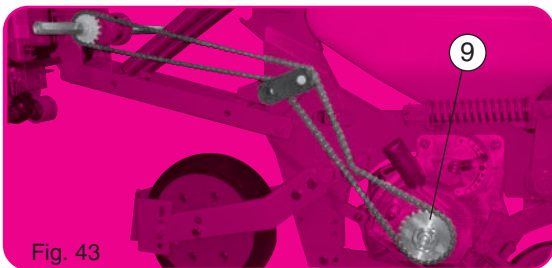

Fig. 43
- ⑨ Le débrayage individuel d'un élément est possible en retirant le clip (9) (ou en débranchant le tuyau d'aspiration (fig. 43))
Le montage de la chaîne d'entraînement s'effectue suivant la fig. 43.
- ⑨ The individual disengaging of a metering unit is possible by removing the lynch pin (9) or by disconnecting the vacuum hose (fig. 43).
The drive chain is mounted as per fig. 43.
- ⑨ Das einzelne Element kann durch Herausziehen des Splintes (9) oder durch Abnehmen des Saugschlauches abgestellt werden. (Fig. 43).
- Die Montage der Antriebskette erfolgt nach Abb. 43.